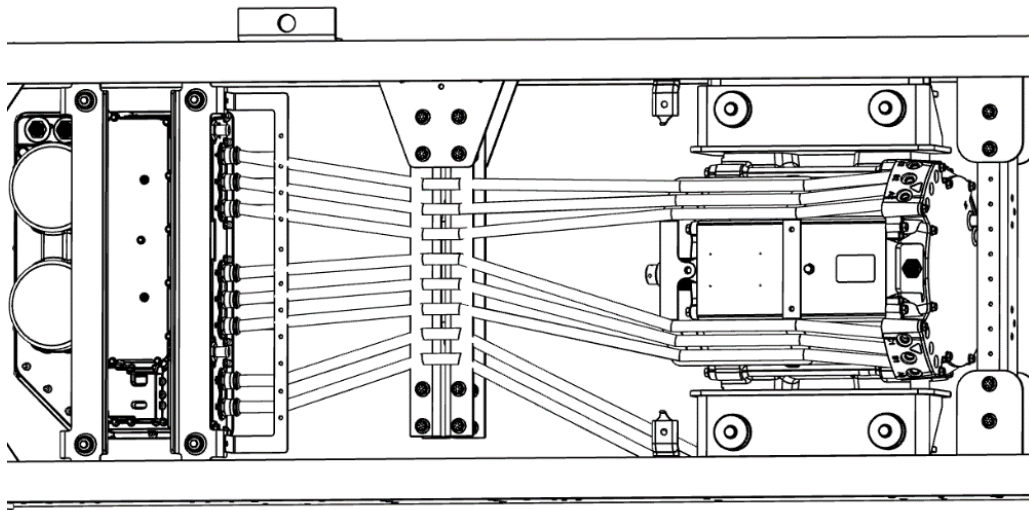

Figure 2 - Emplacement des câbles haute tension
3. Localisez tous les câbles haute tension et vérifiez leur intégrité (figure 2).